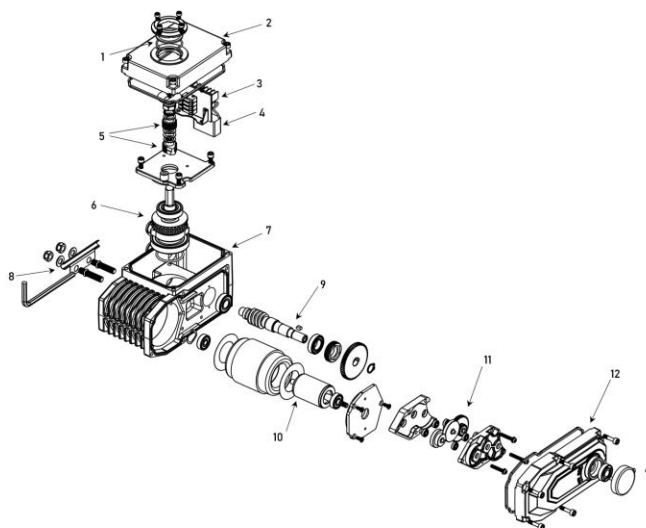

Рис.1
2.2. Детализовка электропривода Рис.1.